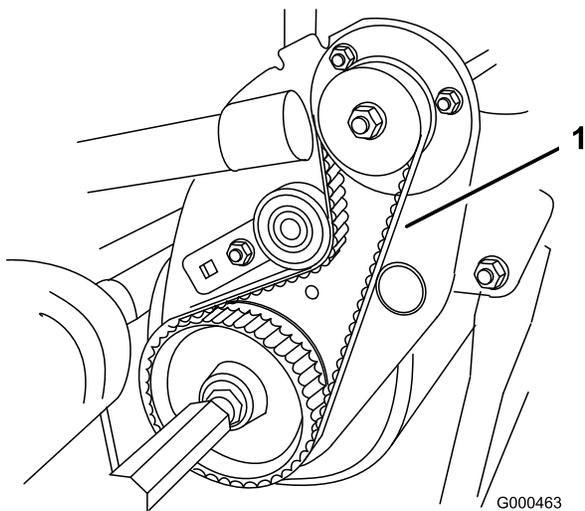

図 46
2. プーリ間の中央でベルト（図 46）を指で  $4.0 \pm 0.5$  kg 程度の力で押して点検する。4.8~7.9 mm 程度のたわみが出るのが適正である。たわみの量が適正でない場合は以下の手順へ進む。